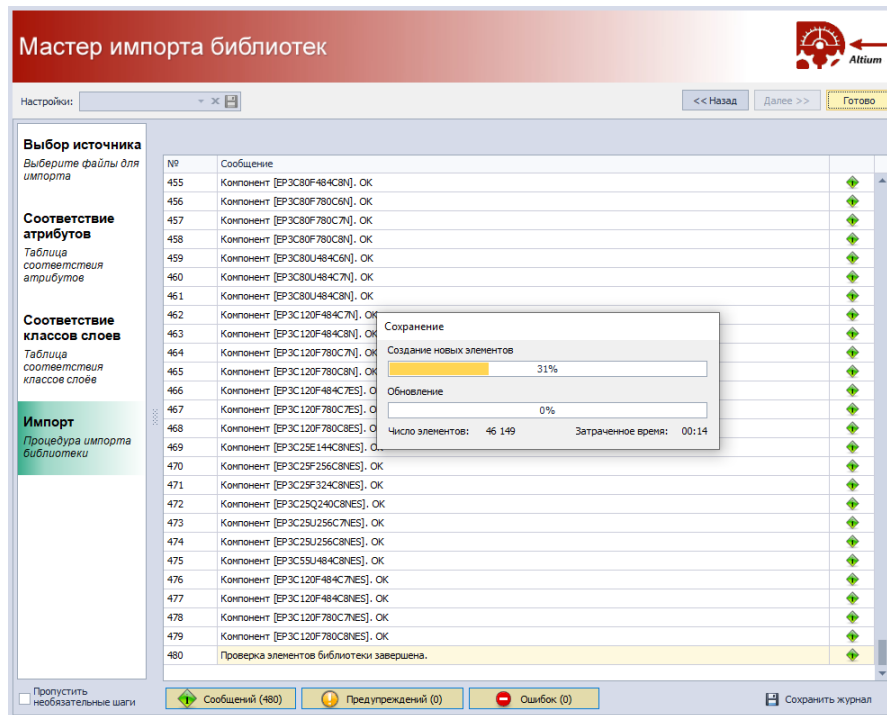

Рис. 29 Завершение импорта библиотеки
- Закройте окно мастера импорта, нажав на кнопку «Готово», расположенную в верхней правой части окна, и дождитесь завершения процедуры импорта, см. Рис. 29.